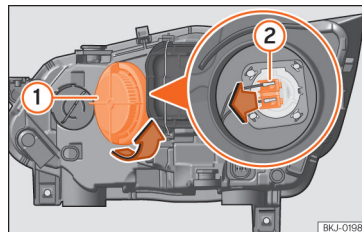

Abb. 54 Im Motorraum: Glühlampe Fernlicht.
- Drehen Sie die Abdeckung ① nach links und nehmen Sie sie heraus » **Abb. 54.**
- Ziehen Sie den Stecker von der Lampe ② ab, indem Sie ihn nach außen ziehen. »
- Stecken Sie den Stecker an der Glühlampe **②** auf.
- Abdeckung **①** einsetzen und nach rechts drehen.